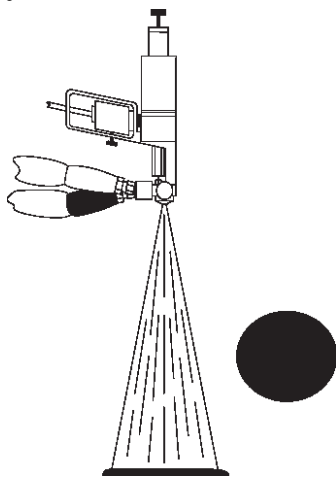
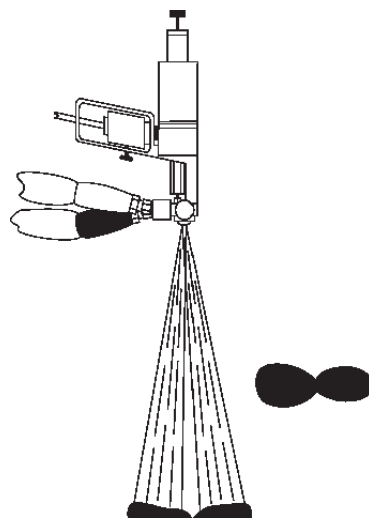

図. 13: 望ましいパターン
図. 14: 分割パターン
- a. 調整ネジを外す方向に回したら、ちょうどよい位置に調整し、(1/8 回転またはそれ以下の位置で、必要なだけ回します) 図. 13 のようなパターンが得られるようにします。この位置よりもたくさん回しすぎると、スプレーパターンは 図. 14 のように分割してしまうことがありますので、ご注意ください。